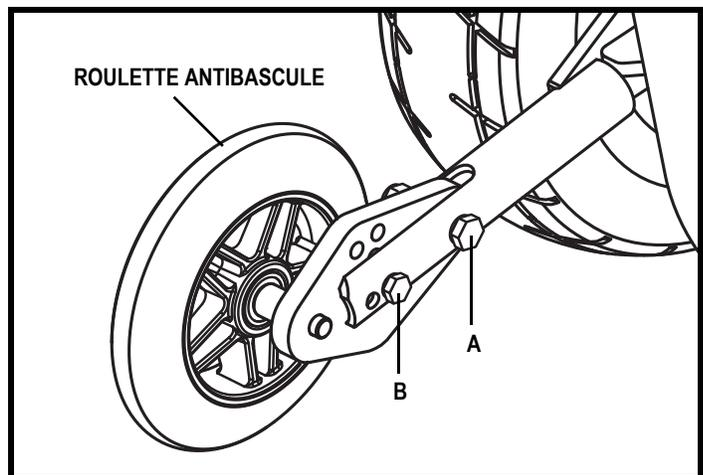

Figure 23. Module de roulette antibascule
1. Desserrez le boulon A. Voir la figure 23.